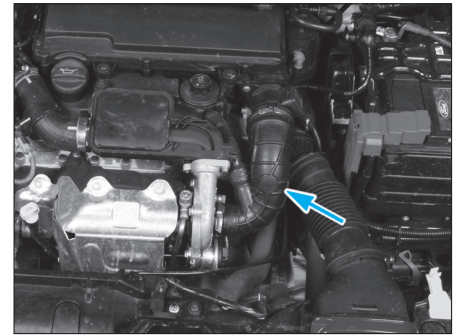

Fig. 9
- Déposer la durit d'air (Fig.9).